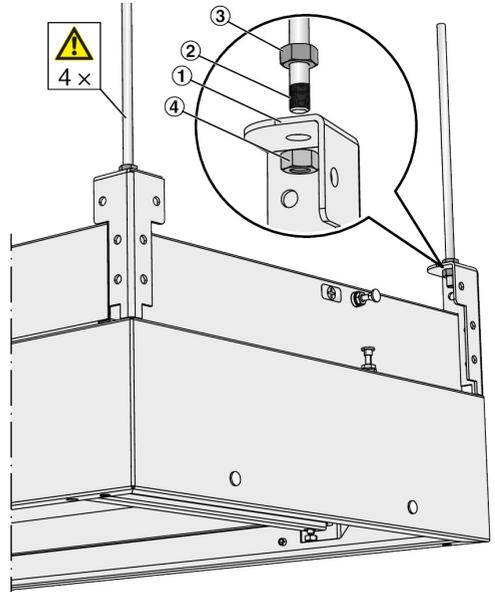

Abb. 2: Befestigung
- ① Aufhängung mit Bohrung \varnothing 12 mm
- ② Gewindestange
- ③ Kontermutter
- ④ Mutter
2. ▶ Befestigungselemente, z. B. Gewindestangen (Abb. 2/2), an der Decke befestigen.
3. ▶ TFM-Gehäuse zunächst an drei Aufhängungen (Abb. 2/1) befestigen, mit Muttern (Abb. 2/4) horizontal ausrichten und mit Kontermuttern (Abb. 2/3) sichern.